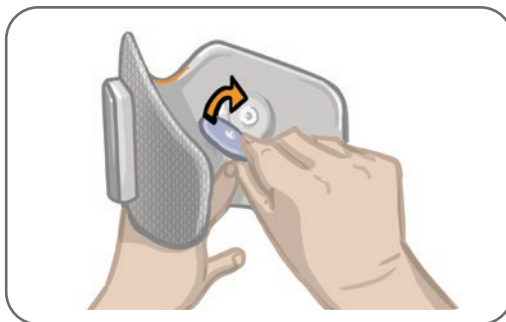

Figura 8-5: Atașarea electrozilor pânzați
6. Amplasați electrozii pânzați rotunzi pe bazele pentru electrozi. Consultați Figura 8-5. În cazul persoanelor care utilizează în mod regulat jambiera Lower Leg, asigurați-vă că au fost montate acoperitoarele cu fixare pentru jambiere.